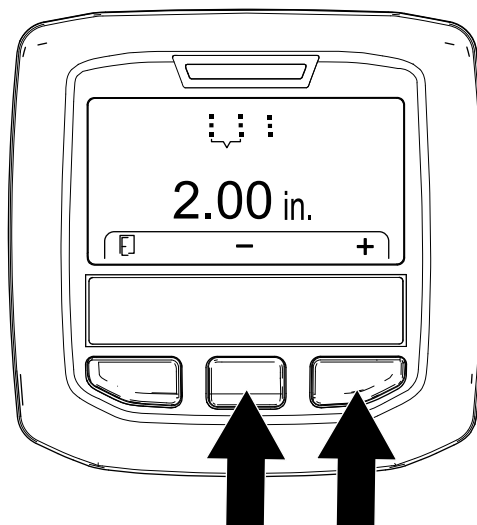

Bild 56
5. Stellen Sie den Lochabstand (Bild 56) wie folgt ein: